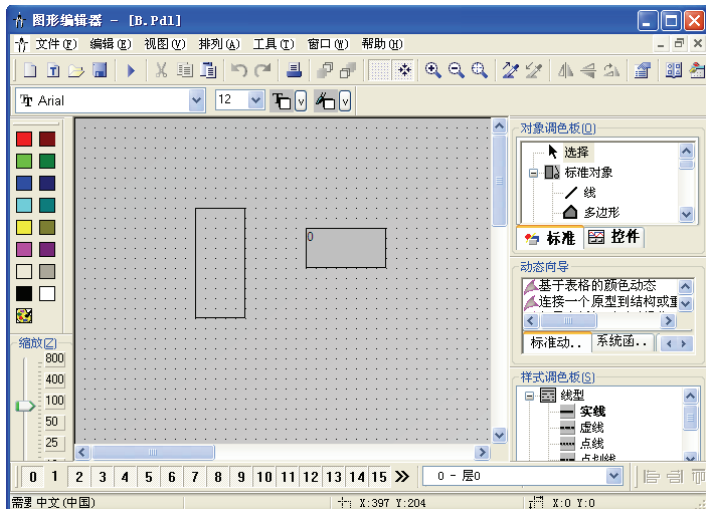

图 5-25 新建画面
1) 新建一个工程，新建一个无符号 16 位内部变量“C_fill”，再创建一个画面，在画面中拖入一个矩形和一个 I/O 域，如图 5-25 所示。